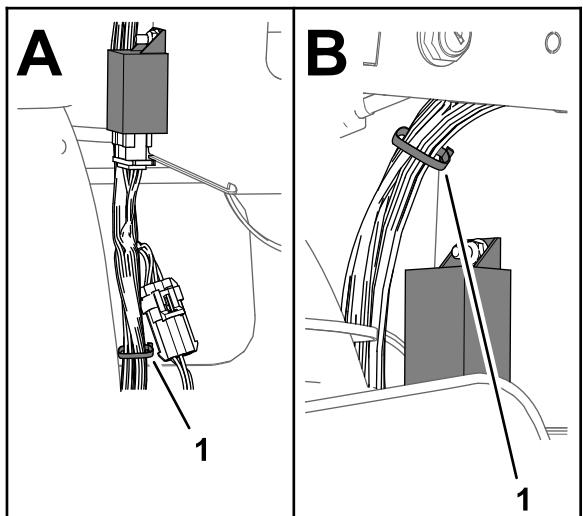

Bild 23
7. Befestigen Sie den 108-cm-Zweig des Kitkabelbaums am vorderen Kabelbaum der Maschine mit zwei Kabelbindern, wie in Bild 23 abgebildet.